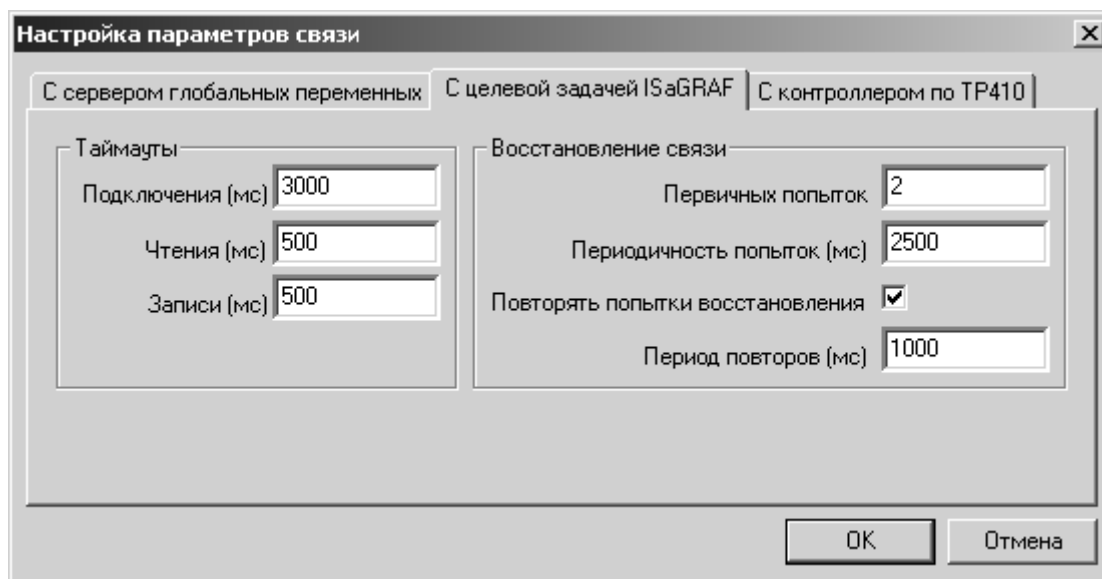

Рисунок 4.39 – Параметры связи с целевыми задачами ISaGRAF
- целевых задач ISaGRAF (Рисунок 4.39).